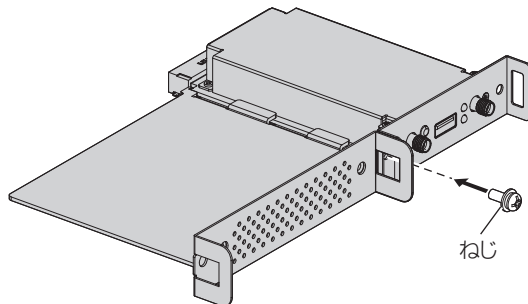

図 3
3) 付属のレンズ落下防止ねじで、投写レンズを固定する (図3)
3) ファンクションボードを固定する (図 3)